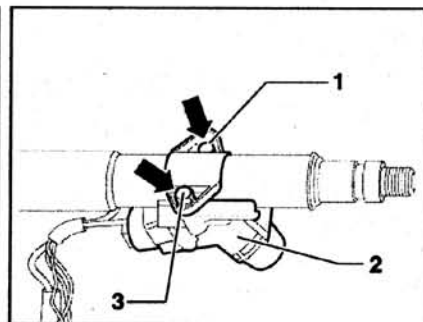

Рис. 6.11. Высверлите болты (стрелки) и снимите замок 2 блокировки рулевой колонки.
3. Высверлите болты (стрелки) и снимите замок 2 блокировки рулевой колонки (рис. 6.11).